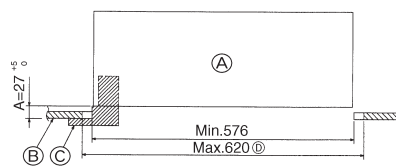

Fig. 5-2
5.2. Vorbereitung zum Anbringen des Gitters (Fig. 5-2)